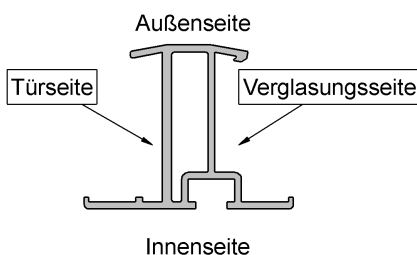
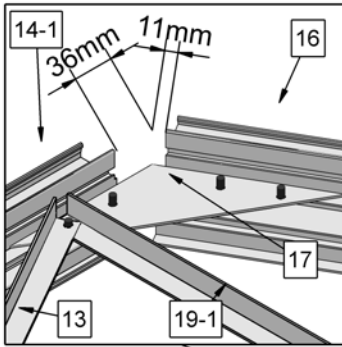
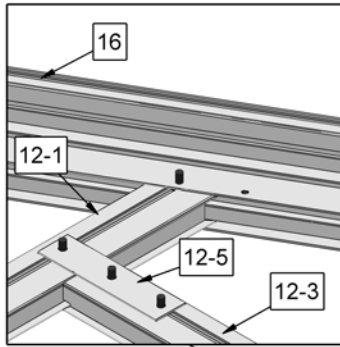

Abb. 301
Abb. 302
Abb. 303
4. Die Giebelsparren Nr. 15 und Nr. 16 werden wie in der Abbildung 301 gezeigt mit 11mm Abstand zur Spitze des Eckknotenblechs montiert. Am oberen Ende werden die Giebelsparren mit dem Giebelknotenblech Nr. 18 verbunden (Abbildung 303) und an den Türpfosten Nr. 12-1 und 12-2 angeschraubt. (Abbildung 302).
5. Das Giebelknotenblech Nr. 18 wird an den Giebelsparren Nr. 15 und 16 angeschraubt. (Abbildung 303).
6. Das obere Türrahmenprofil wird je nach Seitenhöhe entweder an den Giebelsparren Nr. 15 und Nr. 16 angebracht, oder mit den Laschenblechen 12-5 zwischen den Türpfosten 12-1 und 12-2 eingebaut. Siehe Dazu die untenstehende Abbildung sowie Abb. 302